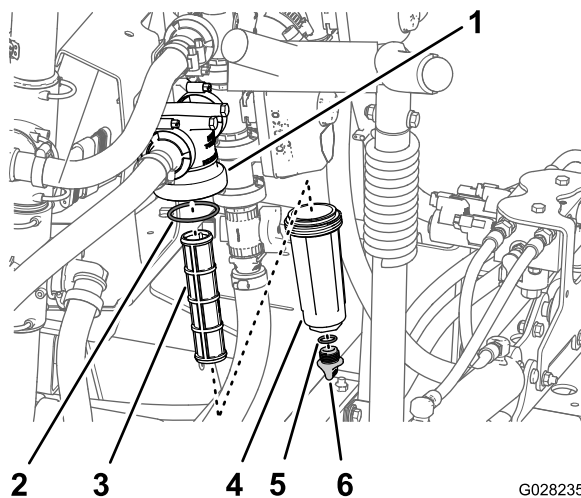

図 114
2. 圧力フィルタの下に受け容器をおく 図 114。
3. 圧力フィッティングのドレンプラグを左に回して外す 図 114。
4. ボウルを左に回してフィルタヘッドから外す 図 114。
5. 古い圧力フィルタエレメントを外す 図 114。
6. ドレンプラグの O リングボウルの内側とボウルの O リングフィルタヘッドの内側に傷や破損がないか点検する 図 114。
7. 新しい圧力フィルタエレメントをフィルタヘッドに取り付ける 図 114。
8. フィルタヘッドにボウルを取り付けて手締めする 図 114。
9. ボウルにプラグを取り付けて手締めする 図 114。